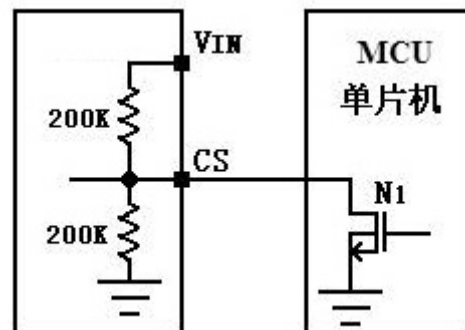

图 5 受外部控制的磷酸铁锂电池充电状态与停机状态的切换
3.6V 磷酸铁锂电池充电状态与停机状态的切换。如图 5 所示，如果 NMOS 管栅极输入低电平，N1 截止，此时 CS 端悬空，则充电截止电压为 3.6V，HM5065 为磷酸铁锂电池充电。当 NMOS 管栅极输入高电平，N1 导通，CS 端被下拉到 GND，HM5065 为停机模式。